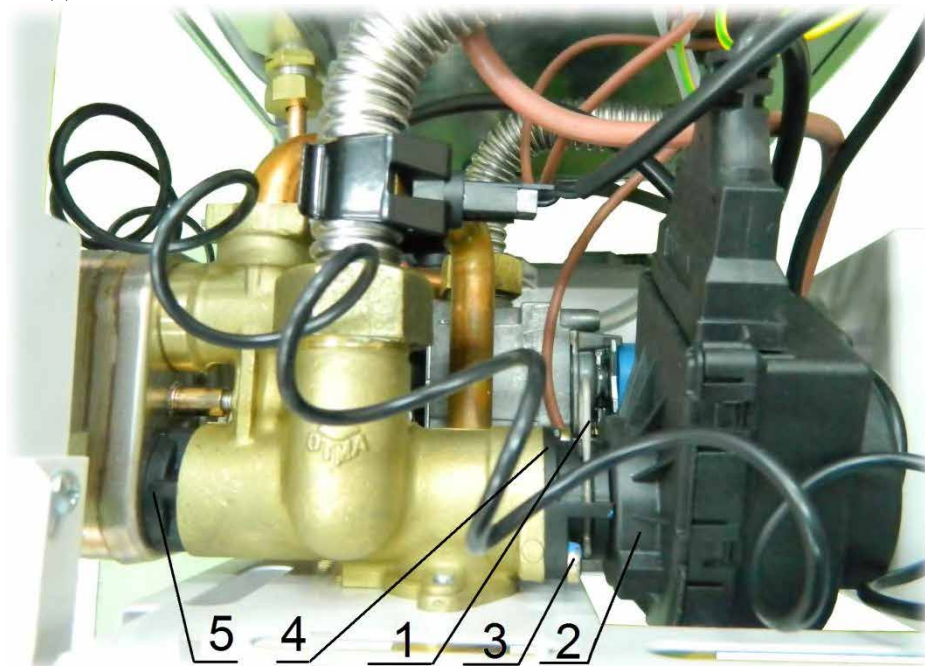

Рис. 27. Разборка трехходового клапана
- 2) извлечь скобу 1 (см. Рис. 27) крепления электродвигателя к корпусу трехходового клапана и снять электродвигатель 2;